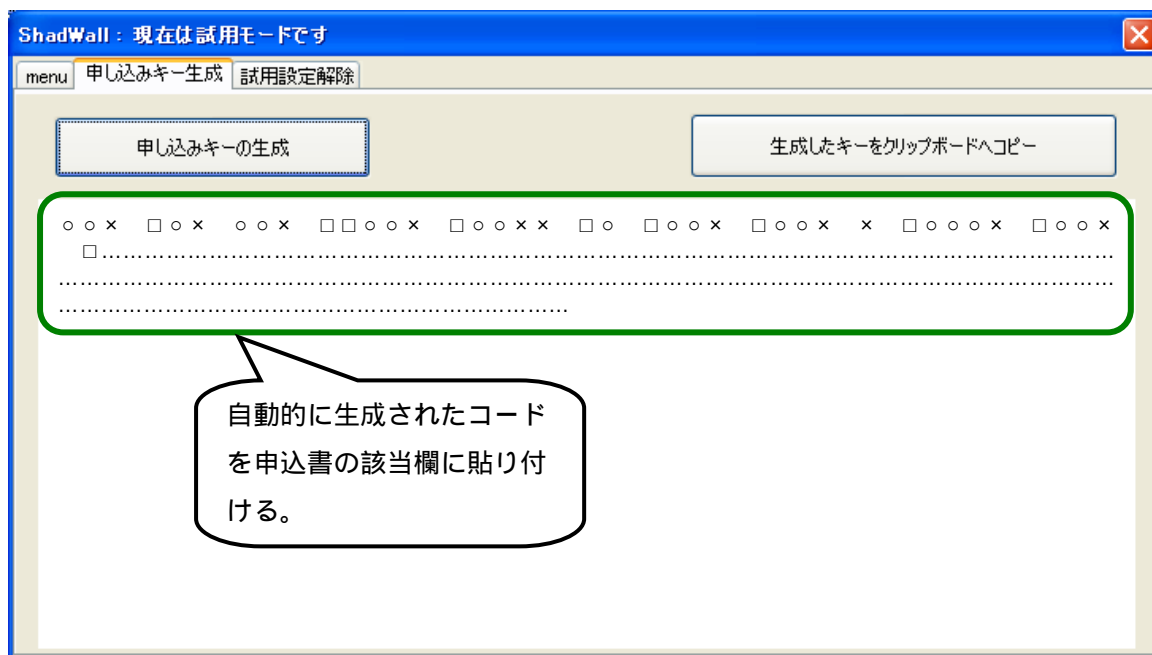

図 4-3 購入申し込みキー生成画面(ボタンをクリックした後)
(3)購入申し込みキーが,図 4-3 のように表示されます。